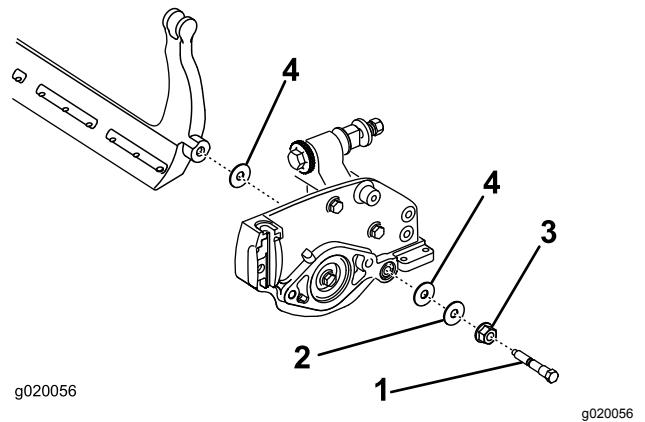

図 22
ベッドバーの両端にそれぞれナイロンワッシャ2枚とスチールワッシャが1枚ずつあるので注意する図 22。
- サイドプレートのボスの両側にナイロンワッシャを入れる。その外側からスチール製ワッシャを取り付ける図 22。